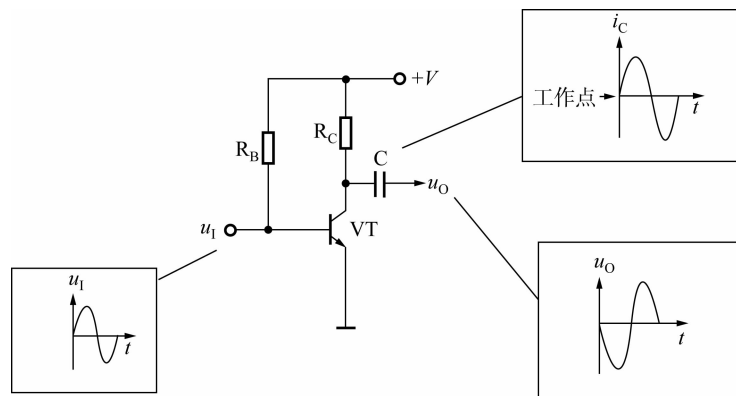

图 1-1-5 晶体管放大电路
(2)放大器的“负载电阻”也是利用电阻器降压作用的例子。在图 1-1-5 所示的晶体管放大电路中,集电极电阻 R_C 即负载电阻。输入信号 u_1 使晶体管集电极电流 i_c 相应变化,由于 R_C 的降压作用,从 VT 集电极即可得到放大后的输出电压 u_o (与 u_1 反向)。